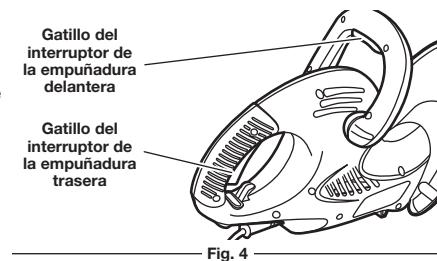

Fig. 4
- Sujete la empuñadura delantera con una mano y oprima el gatillo del interruptor de la empuñadura delantera (Fig. 4).
- Sujete la empuñadura trasera con la otra mano y oprima el gatillo del interruptor de la empuñadura trasera (Fig. 4). La unidad deberá arrancar inmediatamente.